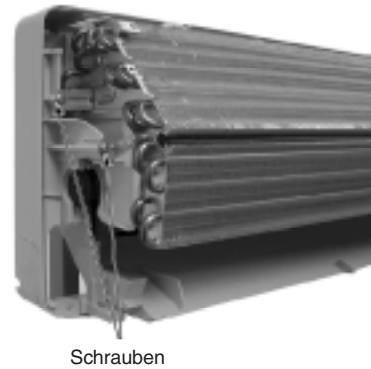

Abb. 8
- Die Schrauben auf der linken Seite des Verdampfers werden gelöst (Abb. 8).